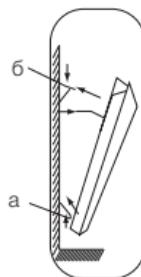

Рис. 6
- закрепить прибор на кронштейне необходимо следующим образом (рис. 6):
ра (рис. 6, а);
(рис. 6, б);